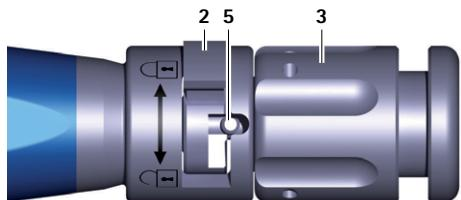

Abb. 4 Nahaufnahme Einsetzinstrument, Probeimplantat/Implantat verspannt
- ▶ Drehmutter 3 am Einsetzinstrument A im Uhrzeigersinn (Richtung "back") drehen, bis Probeimplantat verspannt ist, siehe Abb. 4.
- ▶ Drehmutter 3 am Einsetzinstrument A im Uhrzeigersinn (Richtung: "back") drehen, bis Implantat verspannt ist, siehe Abb. 4.